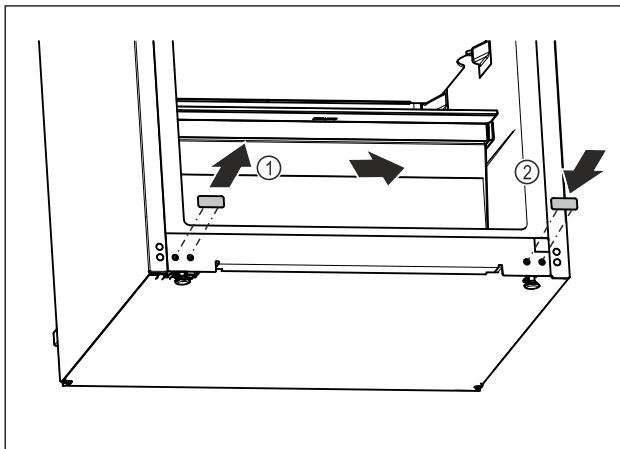

Fig. 13
- Izvlecite pokrivni čep. Fig. 13 (1)
- Pokrivni čep vstavite na nasprotni strani. Fig. 13 (2)